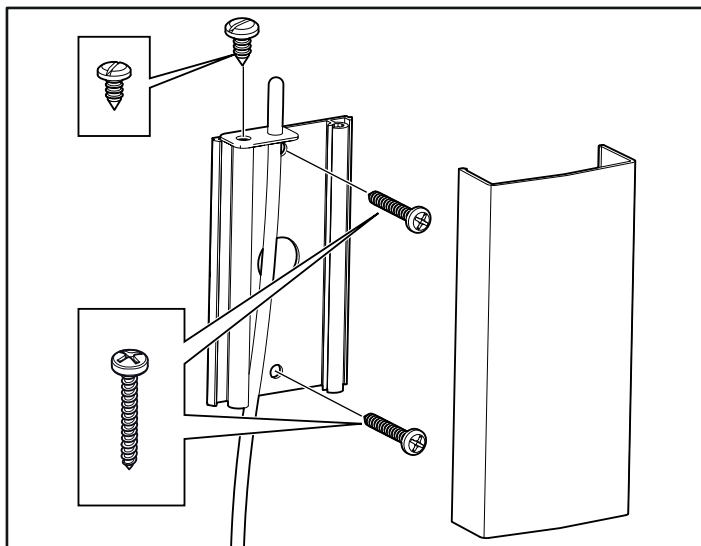
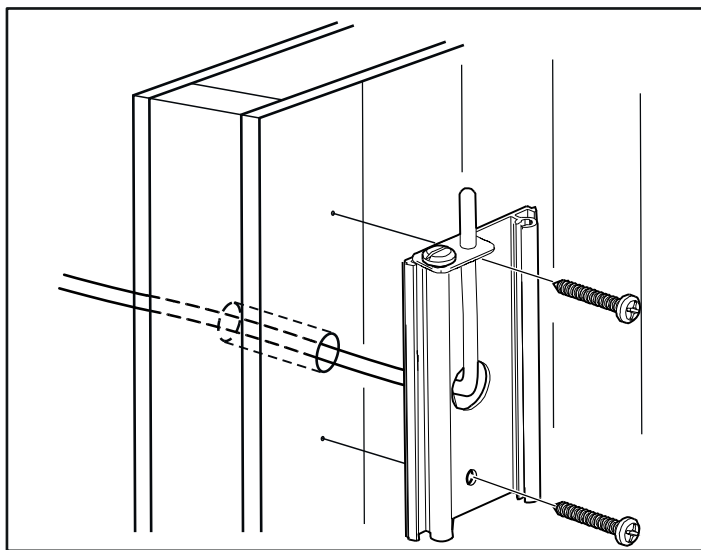

Fig 15: Montering av sensorn
Fig 16: Ledningsdragning genom vägg.
13. Montera sensorn på väggen se Fig 15. Termistorledningen kan även dras igenom väggen. Täta eventuella hål i väggen bakom sensorn, se Fig 16, sidan 6 Termistorledningen kan förlängas utanför bastun med svagströmsledning (2-ledare).